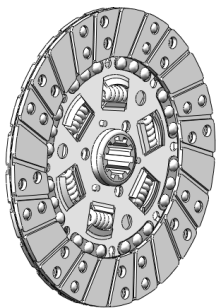

图 5-42 导入铆钉并阵列
STEP 7 导入“波形弹簧片与摩擦片铆钉.sldprt”，并将其装配到合适位置（第 2 个铆钉可使用“随配合复制”操作复制），然后执行阵列操作，效果如图 5-42 所示。